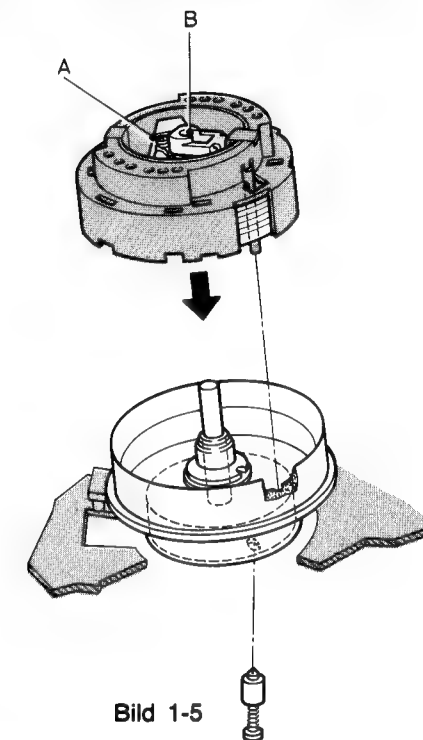

Bild 1-5
- Den Sperrstift (jeder Service-Kopfscheibe beige packt) durch das Loch in dem Kopfscheibenmotor hineindrücken, dabei die Kopfscheibe solange verdrehen, bis der Sperrstift im Loch des Rotors arretiert ist (Bild 1-5).
- Die Kopfscheibe in dem Zentrum mit einer Kraft von 1 N nieder drücken (Schuttkappenzentrum B Bild 1-5).